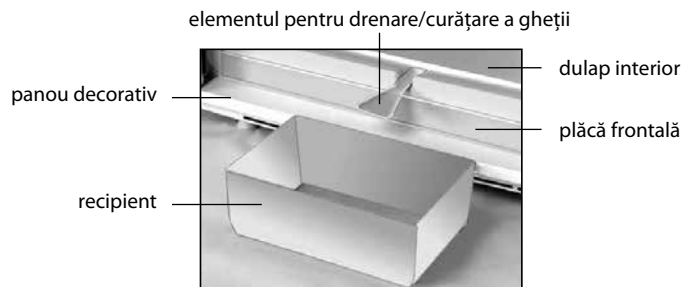

Figura 5 – Recoltarea apei provenite
– să îndepărtați apa rezultată în urma topirii, instalând în conformitate cu figura 5 elementul de masă plastică pentru drenare / pentru curățare a gheții și orice vas recipient cu volumul nu mai puțin de 2 l;
**SE INTERZICE** să decongeleți congelatorul fără utilizarea elementului pentru drenare instalat în conformitate cu figura 5. Apa rezultată în urma topirii care se scurge din camera afară de elementul pentru drenare, pătrunzând în locul de alăturare a plăcii frontale la dulapul interior în conformitate cu figura 5, poate provoca coroziunea dulapului exterior al congelatorului și a elementelor agregatului frigorific, defectarea izolației termice, formarea crăpăturilor dulapului interior și defectarea dulapului congelatorului.